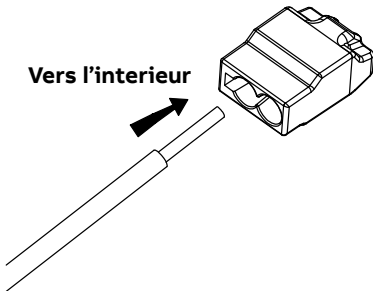

Figure 2
3. Insérez complètement le conducteur dénudé dans le port du connecteur (Figure 2).